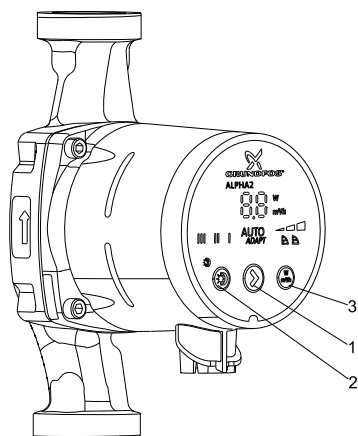

Fig. 10 Posizione dei pulsanti
Il motore è a 4 poli, sincrono e a magneti permanenti. Il regolatore della pompa è incorporato nella scatola di controllo, fissata sulla cassa dello statore mediante due viti e collegata a quest'ultimo tramite una spina. La scatola di controllo ha un pannello integrato con tre pulsanti (pos. 1, 2 e 3) e un display a 7 segmenti e 2 cifre. Vedi fig. 10.